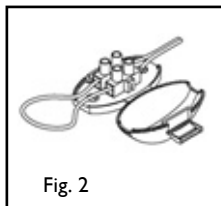

Fig. 2
- Kontrollera om anläggningen startar från centralenhetens svagströmskontakt genom att kortsluta startkretsen med en metalltråd (enligt fig. 2) beroende på centralenhet.
- Lokalisera tilltäppningen t.ex. genom att suga upp remsor av hushållspapper via sugdosorna. Om pappersbitarna sedan återfinns i dammbehållaren är sträckan i fråga öppen. Ta loss centralenheten från dess plats när tilltäppningen är lokaliserad och kontrollera att centralenhetens anslutningsslangar inte är tilltäppta. Koppla anslutningsslangarna på centralenhetens sug sida till sugdosan i den gren som är tilltäppt med en sugslang (eller om tilltäppningen finns i ett stamrör till den dosa som är närmast tilltäppningen). Starta centralenheten (se start med metalltråd; fig. 2/3). Gå till det ställe där centralenheten är installerad; tillslut/öppna öppningen på sugröret med handflatan. Detta utsätter tilltäppningen för kortvarigt undertryck. Lösgör centralenheten från sugdosan så att turbinen får luft emellanåt och inte överhettas, om tilltäppningen inte försvinner inom 10–15 sekunder. Upprepa försöket efter cirka en minut.